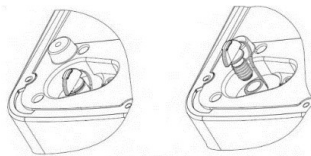

Рис. 3
darunter und ziehen Sie den Abflusstutzen (11) heraus (Abb. 3).
- Öffnen Sie den Deckel (2) des Eiserzeugers und nehmen Sie den Eisbehälter (18) heraus, indem Sie die Griffe (19) verwenden.